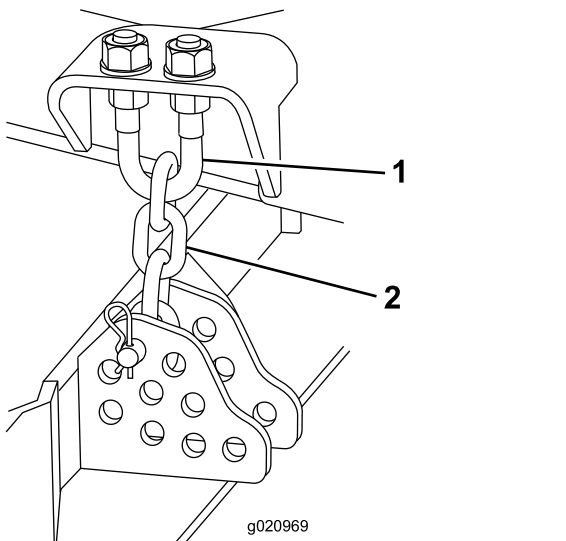

図 122
4. 刈高チェーンをカッティングユニット後部に固定しているヘアピンコッターとクレビスピンを取り外す 図 122。